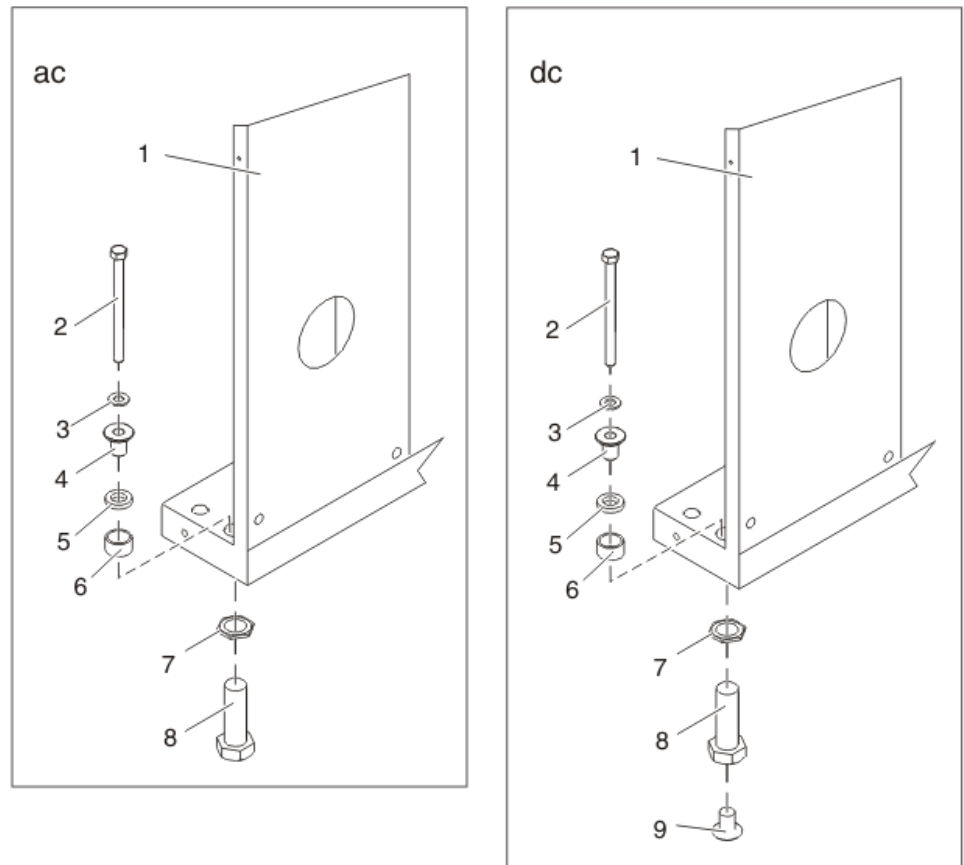

Figura 12. Hardware do parafuso inferior do rack
4. Localize o kit de montagem de hardware e as duas placas de montagem. Consulte Figura 12 na página 17 ao revisar os conteúdos do kit de montagem do hardware. O kit de montagem do hardware contém os itens a seguir: